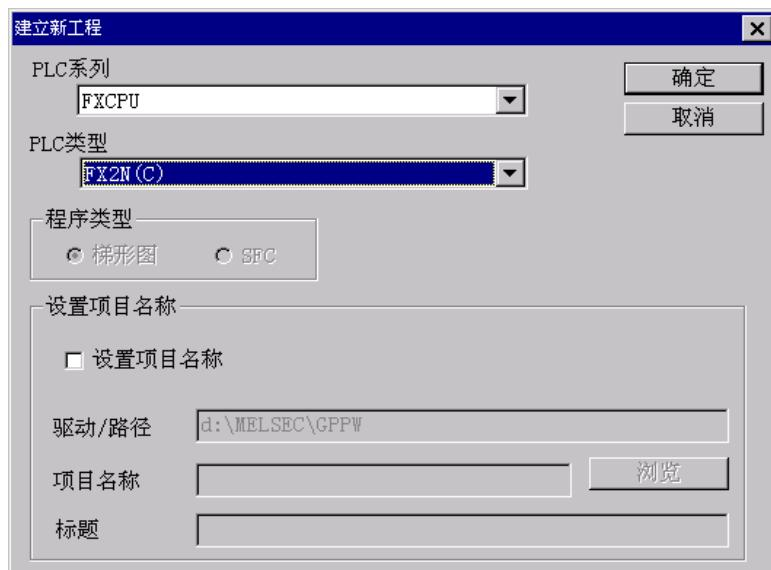
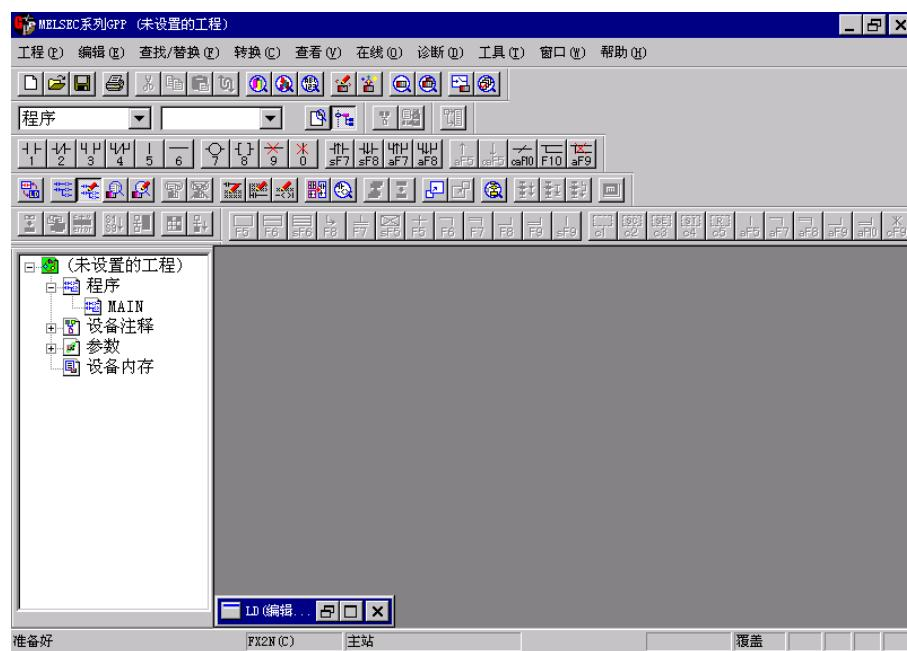

图 5-1
图 5-2
GPP 软件使用起来灵活、简单、方便，我们把它安装在程序中，使用时只要进入程序，选中 MELSEC Applications → 在 WINDOWS 下运行的 GPP，打开工程，选中新建，出现如下图 5-1 画面，先在 PLC 系列中选出你所使用的程控器的 CPU 系列，如在我们的实验中，选用的是 FX 系列，所以选 FXCPU，PLC 类型是指选机器的型号，我们实验用 FX2N 系列，所以选中 FX2N (C)，确定后出现如图 5-2 画面，在画面上我们清楚地看到，最左边是根母线，兰色框表示现在可写入区域，上方有菜单，你只要任意点击其中的元件，就可得到你所要的线圈、触点等。